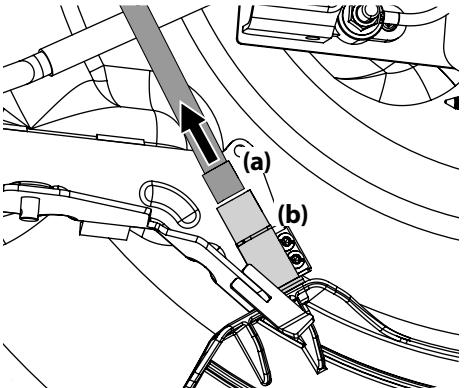

Figura 4-9
- Desconecte el conector del cable (a) del interruptor de seguridad (b) de la parte trasera del canal de descarga. Consulte la Figura 4-9.
- Conecte el conector del cable (a) en el interruptor de seguridad (b) de la parte trasera del canal de descarga. Consulte la Figura 4-9.
Nota: Asegúrese de reconnectar el conector del cable al interruptor de seguridad en la Figura 4-9; el montable no funcionará si el interruptor de seguridad no está correctamente conectado.